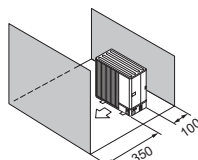

Fig. 2-13
- (5) Ostruzione o superficie chiusa solo davanti e dietro (Fig. 2-13)